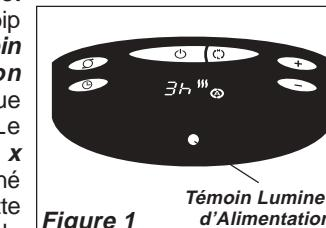

Figure 1
4. Lorsque la Chaufferette est branchée initialement, un bip sonore retentira et le **Témoin lumineux d'alimentation** s'illuminera pour indiquer que l'unité est alimentée. Le **Témoin lumineux d'alimentation** restera illuminé jusqu'à ce que la Chaufferette soit débranchée de la prise de courant. (**Figure 1**)